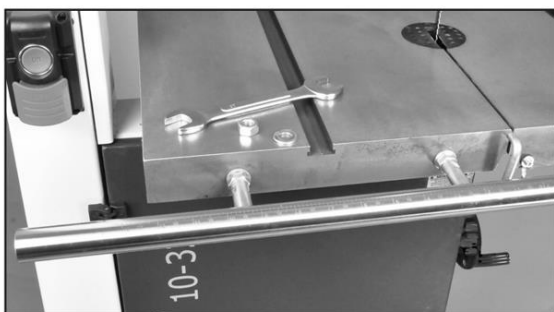

Рис.5
1. Закрепите направляющую планку упора (№ 11С) на передней кромке стола с помощью двух гаек и шайб (№ 15С, 16С) Рис. 5. Расположите планку так, чтобы она была параллельна поверхности стола и находилась на равном расстоянии от переднего края стола при измерении как на левом, так и на правом передних краях стола.